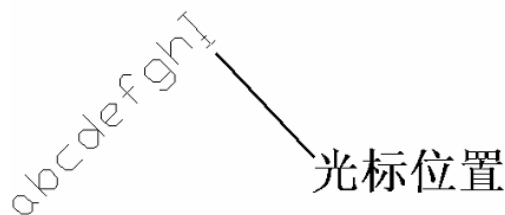

图 4-49 文字标注当前位置
在该种方式下, 文字的显示结果如图 4-49 所示。
- 调用 text 命令后，提示 Enter text: (输入文字) 时，屏幕上会出现一个与设置文字高度相对应的标志，如图 4-49 所示，它反映了将要输入的文字的位置、大小以及文字行的旋转角度等。输入一个字符时，AutoCAD 2004 会在该标志处显示该字符，同时此标志向后移动一个字符的位置。